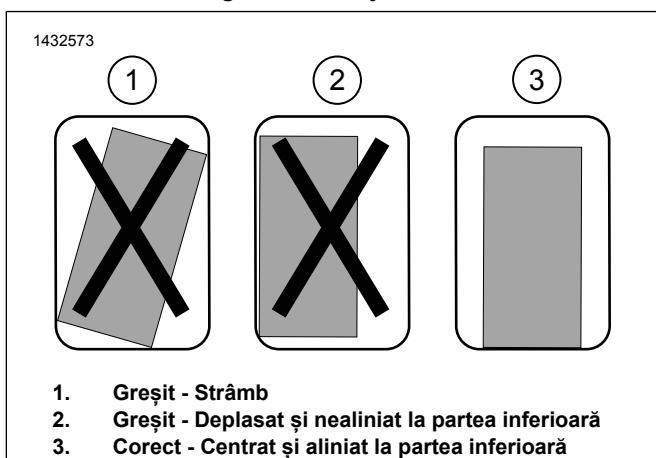

Figura 4. Montarea suportului
- a. A se vedea figura 4. Verificați potrivirea suportului de montare. Suportul trebuie să fie drept, centrat pe desagă și cât mai aproape posibil de partea inferioară a acesteia.
- c. A se vedea figura 4. Verificați potrivirea pentru amplasarea finală asigurându-vă că suportul este drept, centrat și cât mai aproape posibil de partea inferioară a desăgii.